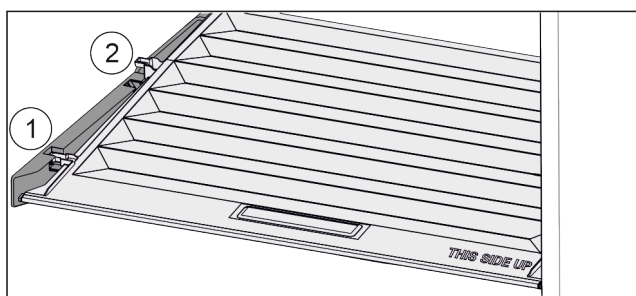

Fig. 24
- ▶ Vytáhněte víko dopředu až k otvoru v přídržných dílech Fig. 24 (1).
- ▶ Vzadu zespuď nadzvedněte a vyjměte směrem nahoru Fig. 24 (2).